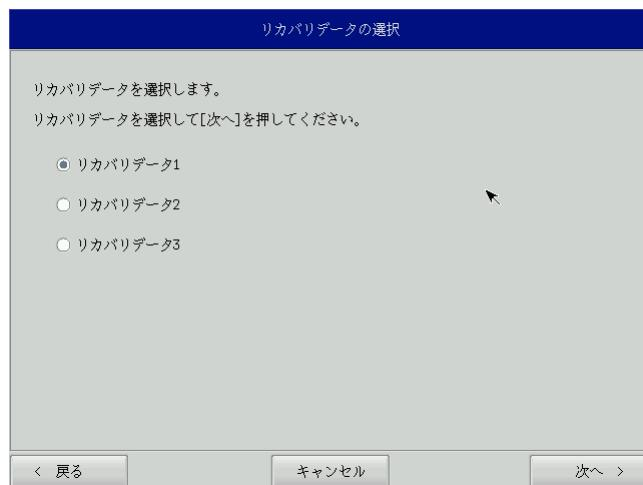

図6-2-2. リカバリデータ選択画面
- ⑥ リカバリデータ選択画面（図6-2-2）が表示されます。製品に合わせてリカバリデータを選択し、[次へ]ボタンを押します。表6-2-1にAMシリーズで選抲できるリカバリデータを示します。